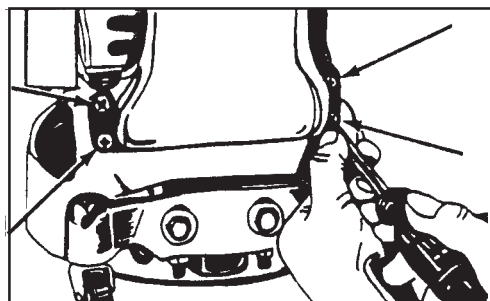

Figure 7
1. Enlevez les quatre vis qui retiennent le tuyau d'échappement sur le boîtier (voir la figure 7).